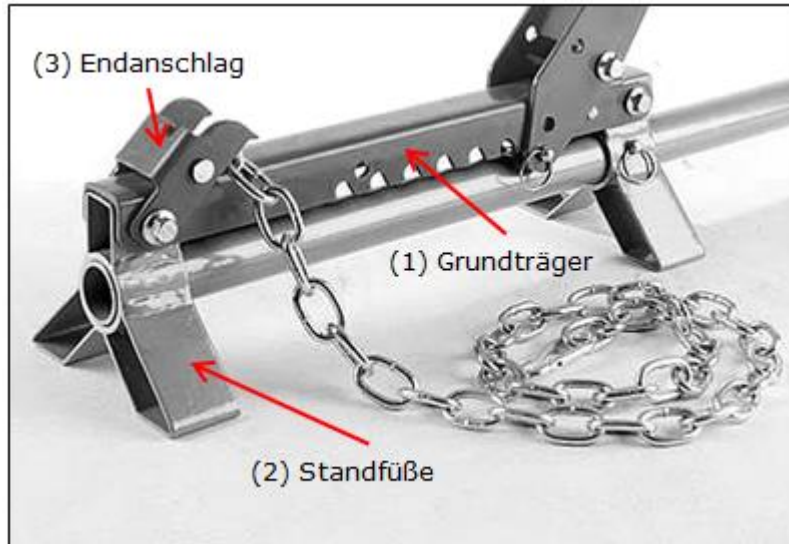

Abbildung 1
1. Montieren Sie zunächst den Grundträger (1) auf den Standfüßen (2) mit dem Endanschlag (3). Dazu benutzen sie die mitgelieferten Schrauben (M10*55, Unterlegscheiben M10 sowie die gegenläufig zu montierenden Schrauben M10. Den entsprechenden Aufbau entnehmen Sie bitte der Abbildung 1.